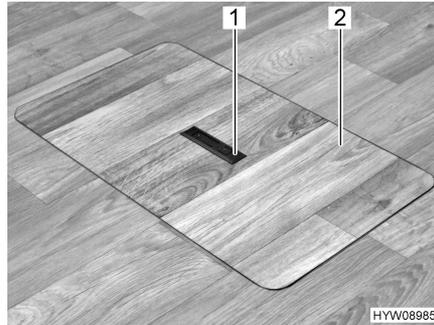
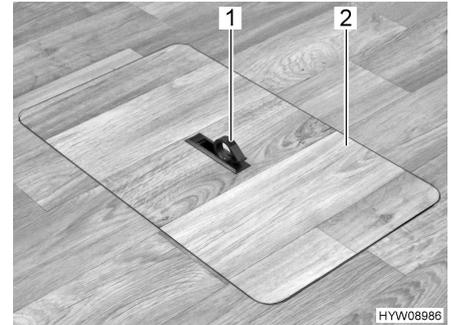

Fig. 23 Cubierta del compartimento de almacenamiento en el piso (tirador hundido)
Fig. 24 Cubierta del compartimento de almacenamiento en el piso (tirador girado hacia fuera)
- Presionar hacia abajo un lado de la placa de agarre (Fig. 23,1). El tirador (Fig. 24,1) girará hacia arriba.
- Retirar la cubierta (Fig. 24,2) hacia arriba.
- Insertar la cubierta (Fig. 24,2) en el marco en el piso.